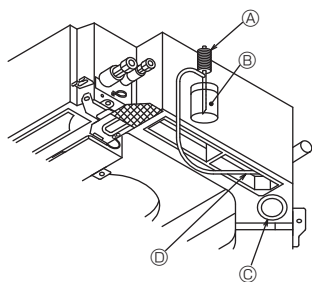

Fig. 7-8
7.4. Vérification de l'écoulement (Fig. 7-8)